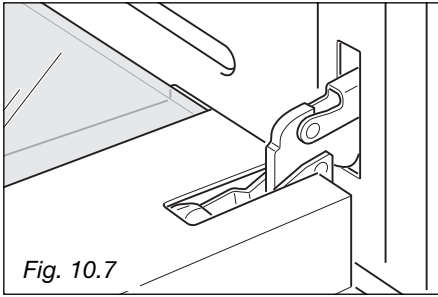

Fig. 10.7
- Fully open the oven door (fig. 10.7).